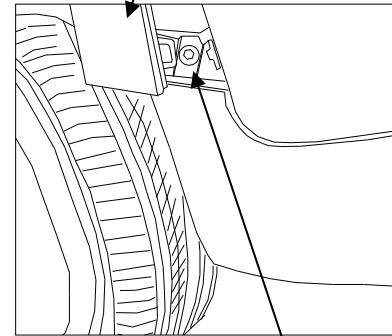

Figura 4.
- b. Suavemente hale hacia atrás la moldura del receptáculo de la rueda y retire los tornillos de la placa protectora (Figura 4). Uno en cada lado.